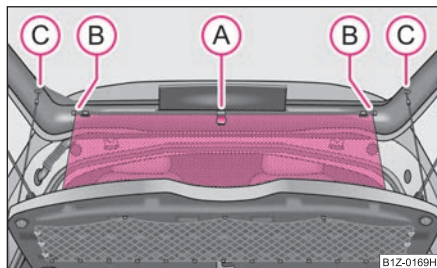

Fig. 52 Desfacerea ruloului parasolar
- Trageți ruloul parasolar de curelușa ① și agățați-l în suportul ② ⇒ fig. 52.